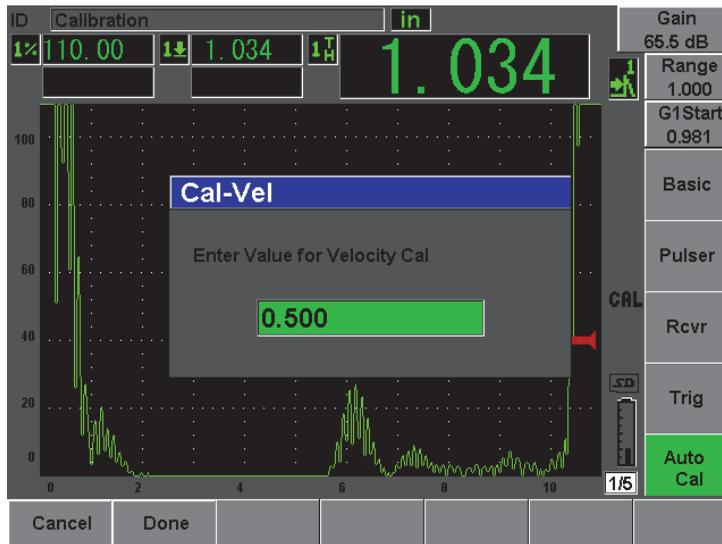

Figura 10-13 Valor del espesor para la calibración de la velocidad
15. Introduzca el valor del espesor conocido (0,500 pulg. en este ejemplo) y seleccione **Done** para completar el proceso de calibración (véase la Figura 10-13 en la página 174).